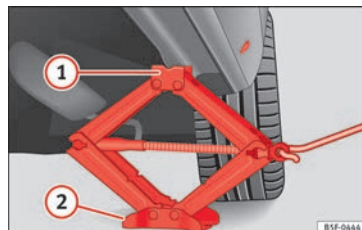

Bild 74 Stag: montera domkraften på fordonet
• Skruva på domkraften*, placerad under stödpunkten på staget, för att höja den tills flik **1** » **bild 74** är under urtaget.